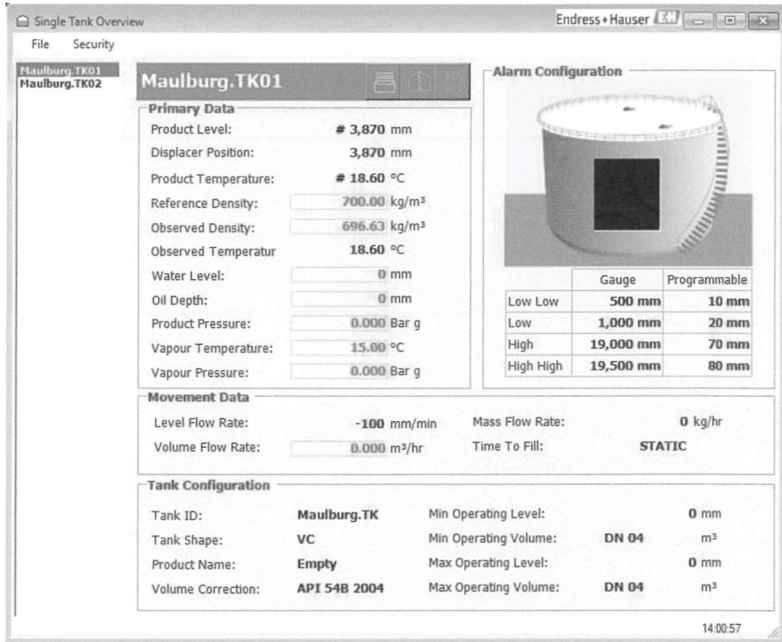

Abb. 2: Detailübersicht eines Tanks
- Detailübersicht eines einzelnen Tanks (Abbildung 2)